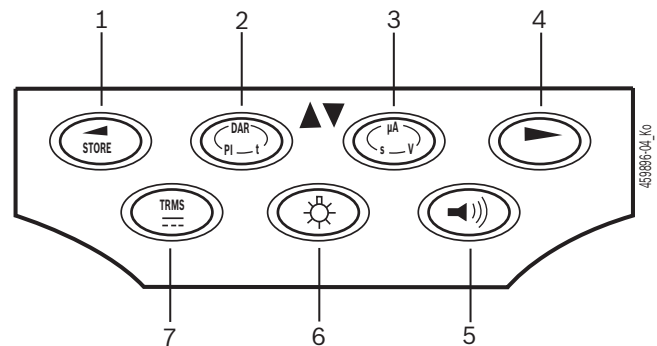

Fig. 3: Funktionsknappar FSA 050
Bakgrundsbelysningen på LCD-displayen kan aktiveras med tillkopplad FSA 050 (fig. 3, pos. 6). Bakgrundsbelysningen kopplar från sig själv automatiskt efter 20 sekunder.
Summern (fig. 3, pos. 5) kan tillkopplas för genomgångsmätning. Symbolen visas på LCD-displayen (fig. 5, pos. 4).
ⓘ Vid en Bluetooth-kommunikation visas **bt** (Fig. 5, Pos. 2) under ca. en sekund på LCD-displayen efter tryckning av urvalsknappen ► (Fig. 3, Pos. 4).